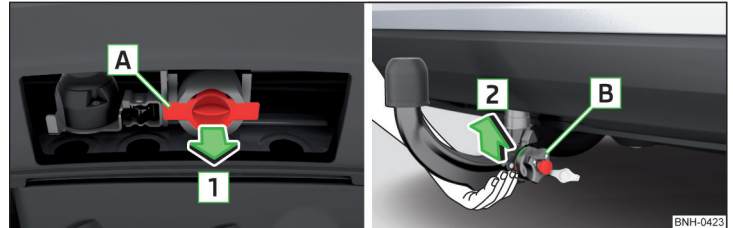

Abb. 221 Abdeckkappe für den Aufnahmeschacht abnehmen / Kugelstange einsetzen
- › Zur **Vorbereitung des Einbaus** die Abdeckkappe für den Aufnahmeschacht **A** in Pfeilrichtung **1** abnehmen » Abb. 221.
- › Zum **Einbau** die Kugelstange **von unten** fassen » Abb. 221.
Nach dem Ausbau der Kugelstange die Abdeckkappe für den Aufnahmeschacht **A** entgegen der Pfeilrichtung **1** einsetzen » Abb. 221 auf Seite 192.